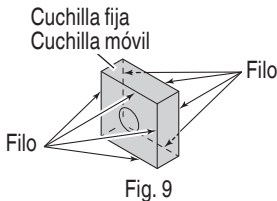

Fig. 9
4. Reemplazo de las cuchillas (consulte la Fig. 9, 10)